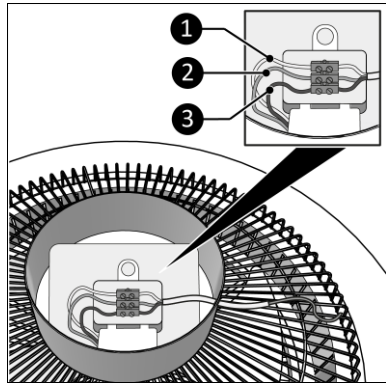

Figure 8
- Fil marron : phase (Figure 8, pos. 3) ;
- Fil jaune et vert : terre (Figure 8, pos. 2) ;
- Fil bleu : neutre (Figure 8, pos. 1).